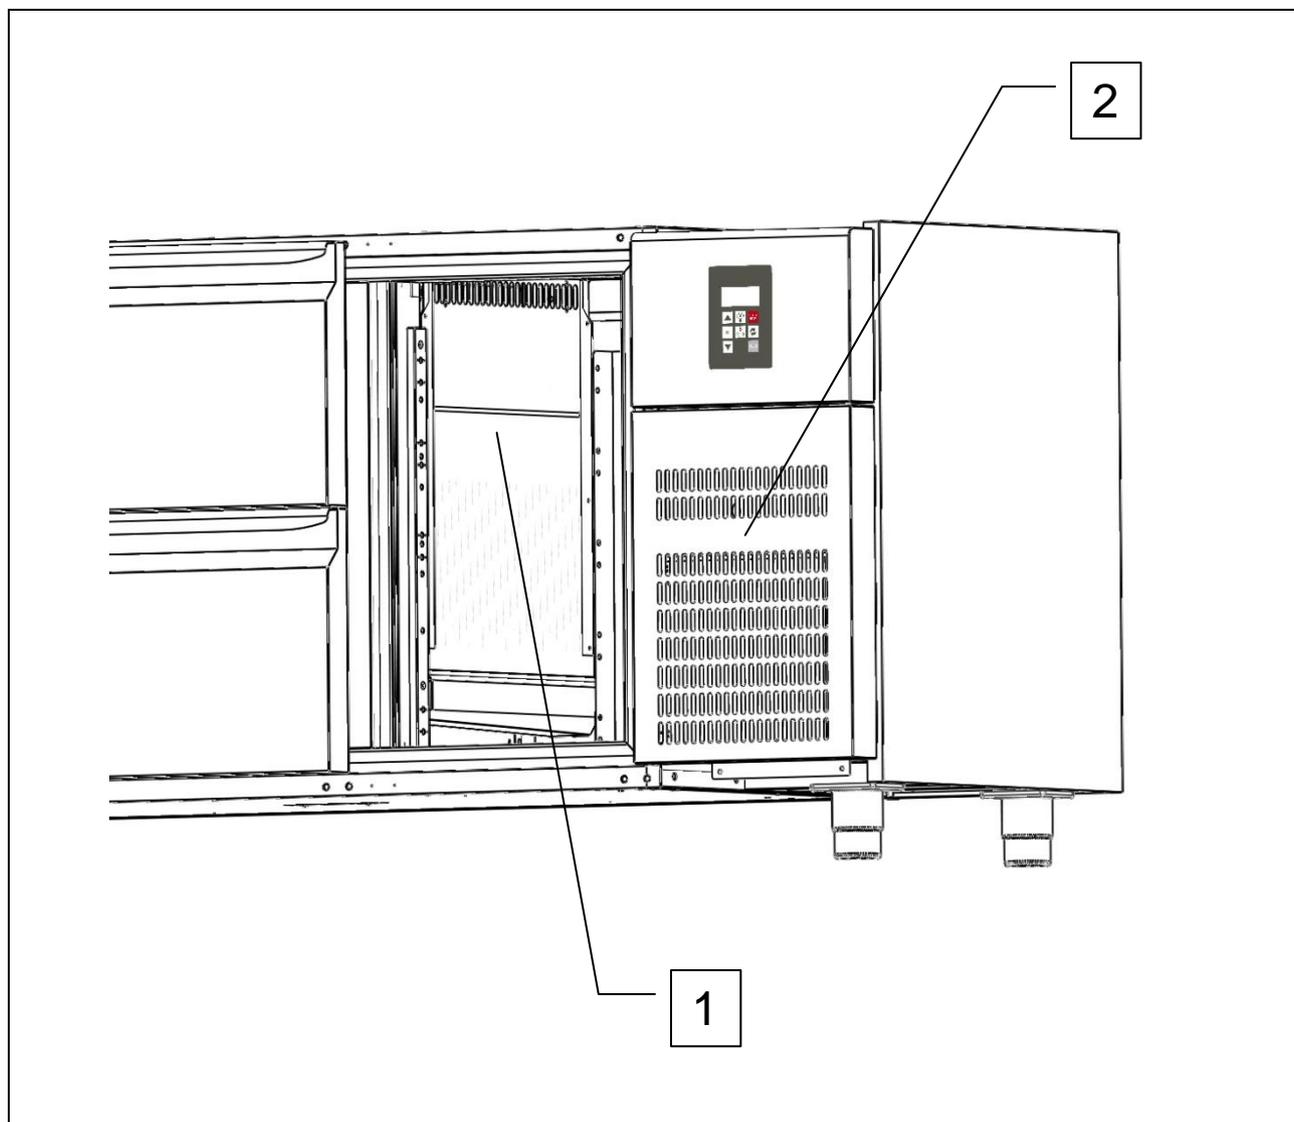

Рис. 5
- внутренней стенкой из нержавеющей стали (ТН) или алюминия (ТG), закрывающей испаритель и внутренние вентиляторы (поз. 1, рис. 5.);
- передней панелью, закрывающей вентилятор конденсатора (поз. 2, рис. 5).